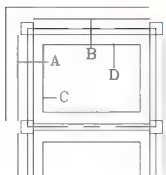

图 5.7 修整大放脚
(4) 如图 5.7 所示, 用【圆角】命令修改 A 和 B 偏移得到的直线。